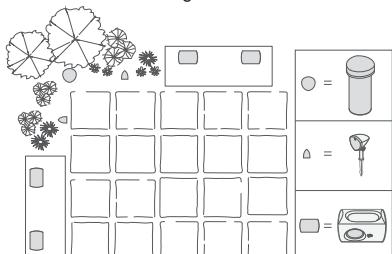

Figure 4
- Associé avec les enceintes d'extérieur murale sous abris de la série AW Definitive Technology (voir Figure 4)